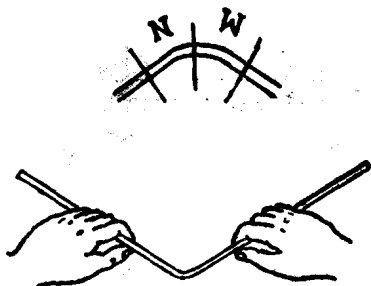

图12 不吹气法
(1) 不吹气的方法: 用火焰加热需要弯曲部份，当玻璃管刚要弯曲时拿出火焰弯曲一个较小角度（图12），然后加热M位置（或N位置）再弯曲一较小角度，再加热N位置（或M位置）再弯曲。这样交叉加热弯曲左右两部份，一直弯曲到所需要的角度。要注意加热时不要过火（即过软），一次弯曲的角度不要大，次数越多越好。